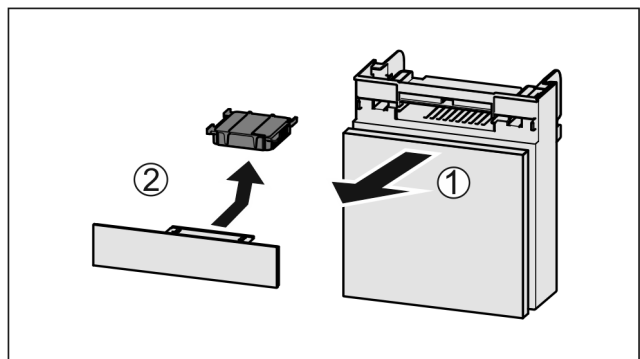

Fig. 134
- Retire el compartimiento hacia delante Fig. 134 (1).
- Retire el filtro de carbón activo Fig. 134 (2).